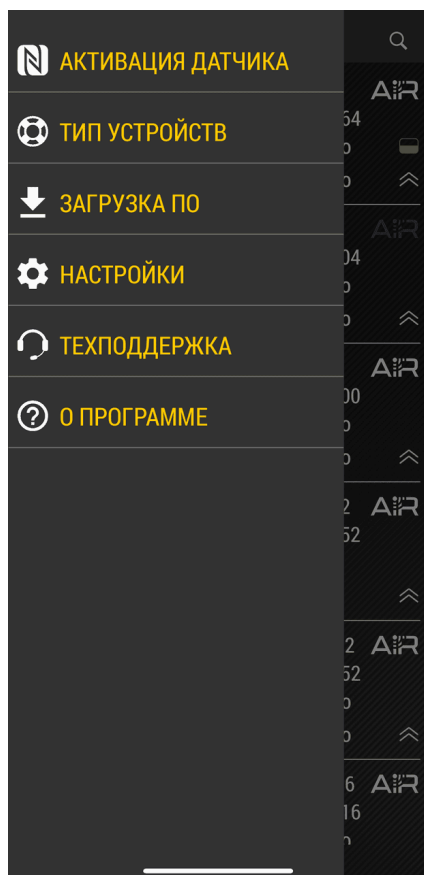

Рис.31. Загрузка ПО
2. Далее выберите в списке вариант **«Загрузка ПО»** (Рис.31).